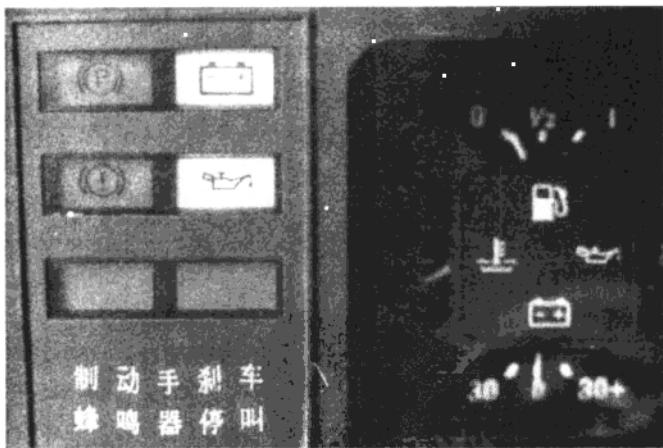
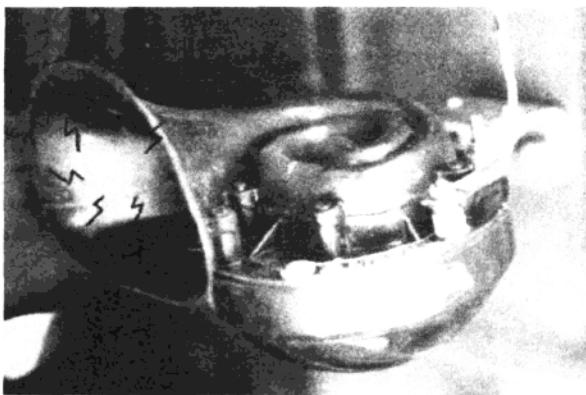

图 1-1-10 充电指示灯亮
图 1-1-11 按喇叭时响
2. 打开点火开关后，充电指示灯亮（如图 1-1-10 所示）；或按下喇叭时，喇叭响（如图 1-1-11 所示）